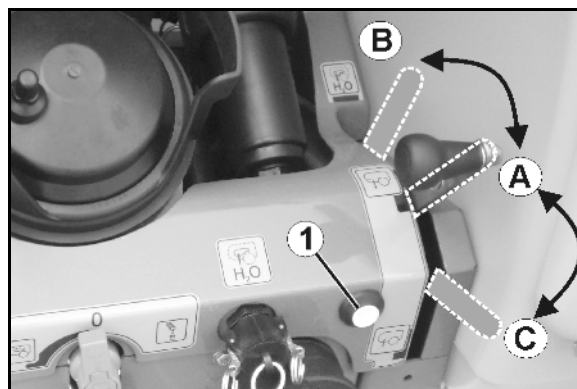

Рис. 73
- переключение с режима опрыскивания (Рис. 73/А) на режим промывки (Рис. 73/В)
Переключение с положения заправки (Рис. 73/С) в положение опрыскивания (Рис. 73/А) с помощью пульта управления или панели управления (Рис. 73/1).